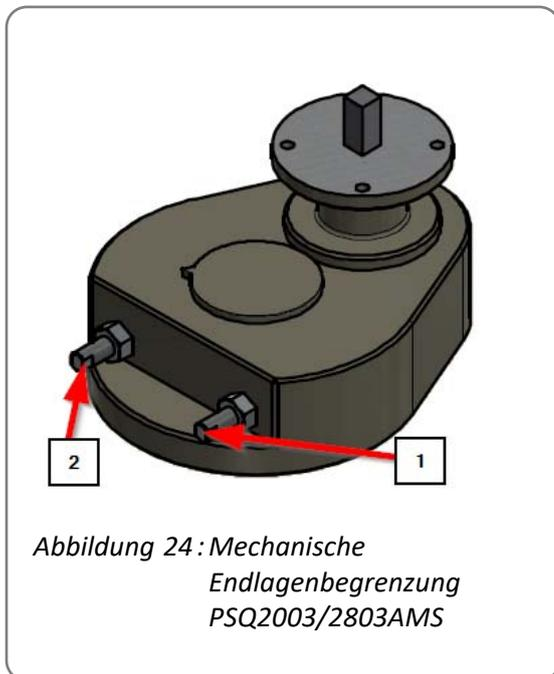

Abbildung 24: Mechanische
- Einstellschraube für ZU-Stellung (Abb. 24; Pos. 1) bis zum Anschlag eindrehen.
- Einstellschraube für AUF-Stellung (Abb. 24; Pos. 2) bis zum Anschlag eindrehen.